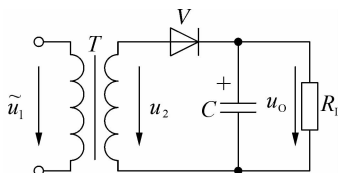

图 1-2-1 单向半波整流电容滤波电路
(1) 电路的组成 如图 1-2-1 所示。电容滤波电路中,电容 C 与负载 R_L 并联,利用电容两端的电压不能突变的特性来实现滤波。